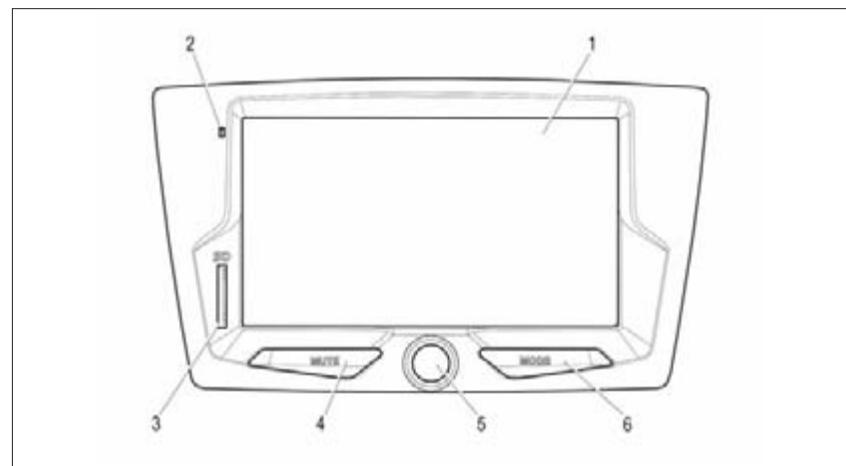

Рис. 1. Лицевая панель радиоприемника
2.1.1 Для включения радиоприёмника нажмите на **ручку 5** (рис. 1). Для выключения нажмите
**ручку 5** (рис. 1) и удерживайте ее в нажатом положении более 2-х секунд. Для перезагрузки удерживайте нажатой **ручку 5** (рис. 1) до появления логотипа ЛАДА.
2.2.1 Для выключения звука нажмите кнопку **MUTE** (рис. 1). Для включения звука нажмите кнопку повторно или поверните ручку регулировки звука.
2.3.1 Кнопка **MODE** (рис. 1) служит для переключения режимов работы радиоприёмника, при этом будут отображаться только активные режимы.
Регулировка громкости осуществляется вращением **ручки 5** вправо или влево (рис. 1).
2.5.2 Последовательным нажатием кнопки **MODE** (рис. 1) или нажатием отображаемых на дисплее кнопок выберите желаемый режим.
- кнопкой **MODE** (рис. 1).